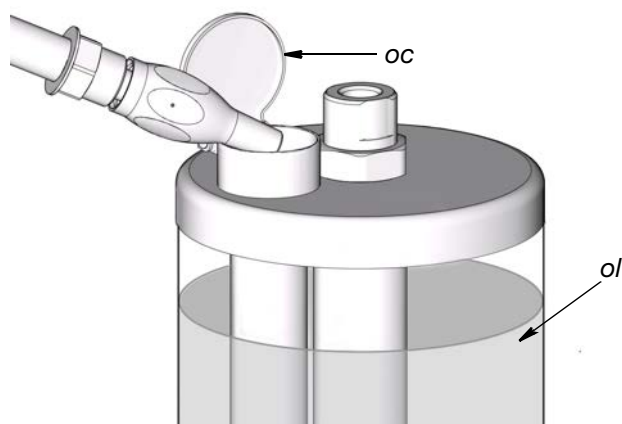

ABB. 5
- Langsam Öl (oI) einfüllen, bis der Behälter voll ist (ABB. 5). Darauf achten, dass der Behälter nicht zu schnell gefüllt und dabei sein Fassungsvermögen überschritten wird.
- Den Öleinfülldeckel (oc) schließen, um Verunreinigungen und Ölaustritt zu vermeiden (ABB. 5).